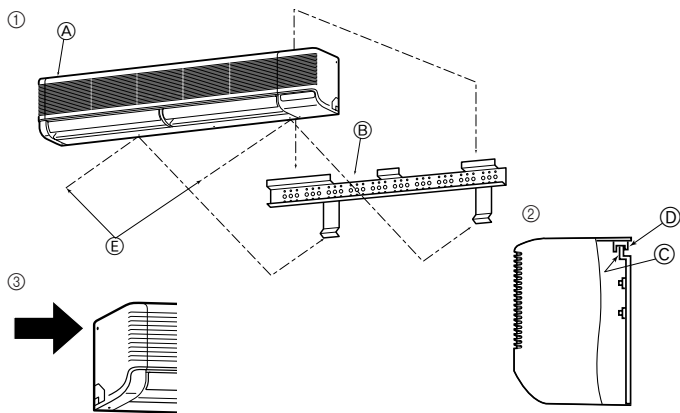

Fig. 3-11
3.4. Anbringen der Innenanlage (Fig. 3-11)
- ① Vergewissern, daß die Metallschnepper der Innenanlage über die Haken der Wandbefestigung gehängt werden.
- ② Wenn die Verlegung der Rohrleitung abgeschlossen ist, die Innenanlage mit den Sicherungsschrauben an der Wandbefestigung befestigen.